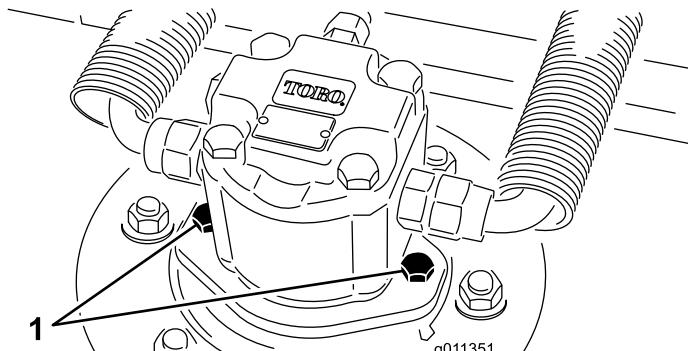

图63
2. 从刀盘中断开并取出液压马达（图63）。盖住锭轴的顶部，防止污染。
4. 将液压马达安装到刀盘上（图63）。确保 O 形圈到位且没有受到损坏。